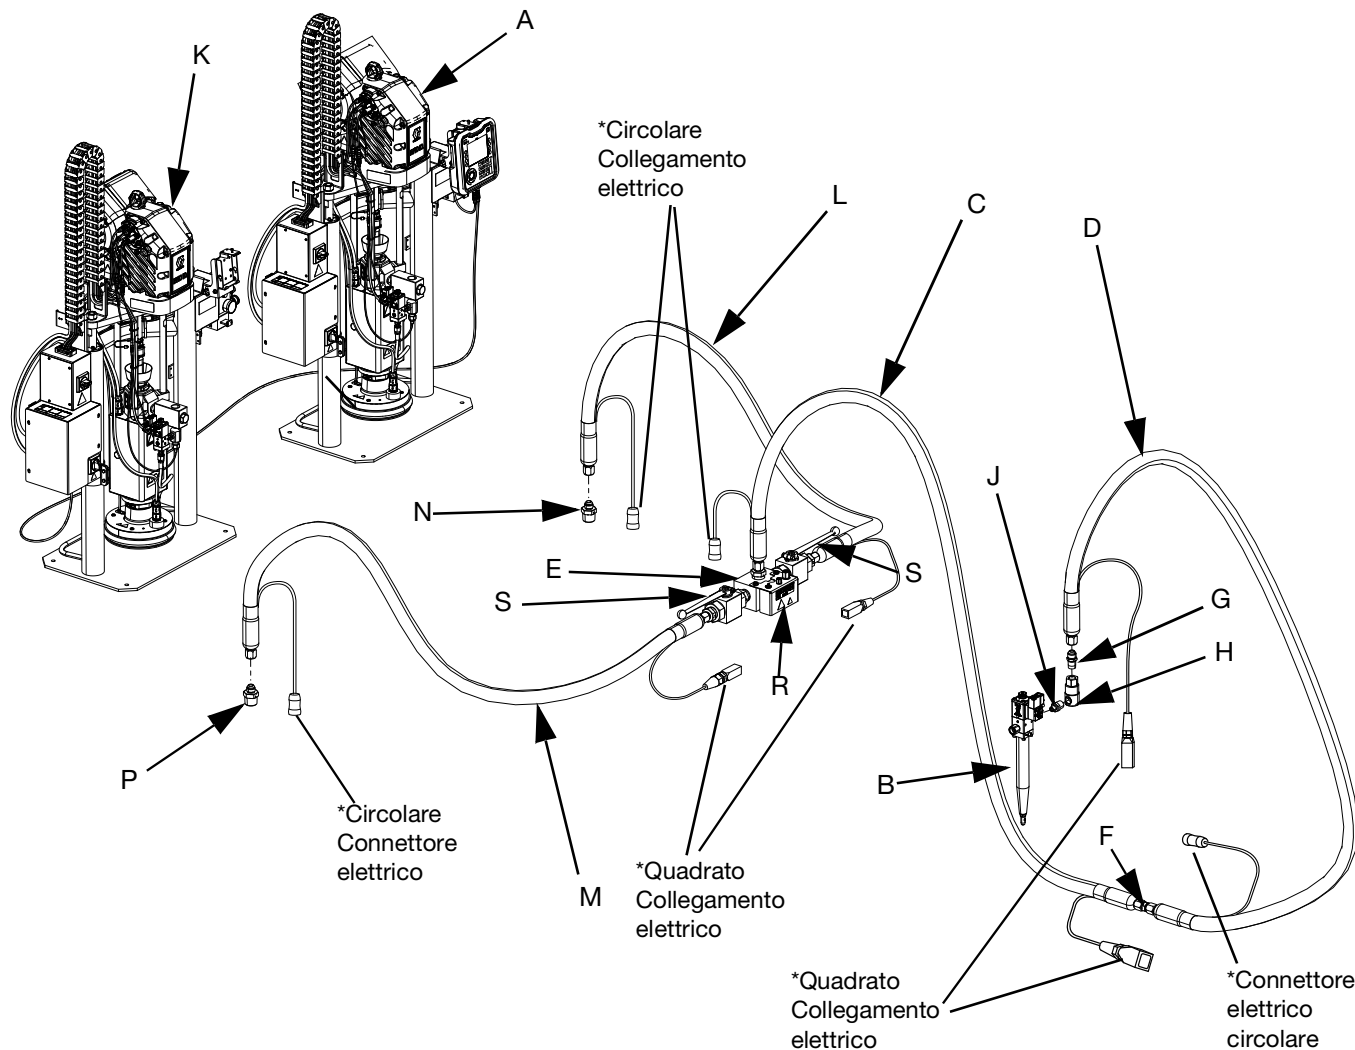

FIG. 2: Sistema di erogazione E-Flo iQ tandem
NOTA: FIG. 2 mostra l'installazione di un sistema di erogazione E-Flo iQ tipico con unità di alimentazione a pistone iQ in tandem, tubi flessibili, connettori e valvola di erogazione iQ. Per alcune installazioni potrebbe non essere richiesto il flessibile di alimentazione 2 (D) per la valvola di erogazione iQ (B) in base alle esigenze del sistema.